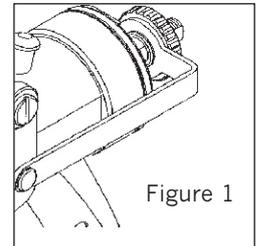
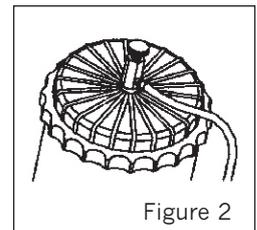

Figure 1
Figure 2
La quantité de sortie du produit couvrant peut être réglée sur la base de sa densité/viscosité avec la vis spéciale de réglage ou par le robinet d'air situé sur le couvercle du godet (figure 2). En outre, par rotation du capuchon, on obtient différents types de jet (ovale vertical, ovale horizontal ou rond) avec effet brouillard très faible.
- 3 Régler la quantité et le degré de finition du produit couvrant selon sa densité/viscosité, en agissant sur la vis de réglage (figure 1). Agir aussi sur le robinet d'air situé sur le couvercle du godet supérieur (figure 2)